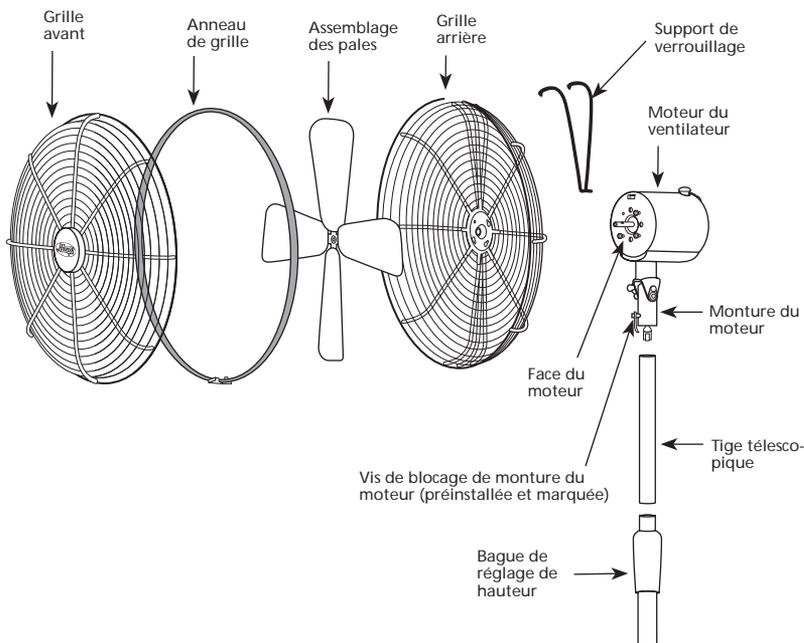

FIGURE 3
14. Desserrer la bague de réglage de la hauteur sur la tringle télescopique en la tournant dans le sens antihoraire. Voir Figure 3. Allonger la tringle télescopique d'environ 25 cm (10 po). Tourner la bague de réglage dans le sens horaire pour fixer la position de la tringle télescopique.
15. Retirer la vis de blocage de la monture du moteur (pré-installée et marquée) et la mettre de côté pour une réinstallation ultérieure. Voir Figure 3.
17. Introduire la partie filetée de la tringle télescopique dans la monture du moteur. Voir Figure 3. Tourner le moteur du ventilateur ou la tringle télescopique pour serrer le joint; réinstaller la vis de blocage de la monture du moteur pour fixer le moteur du ventilateur à la tringle télescopique.